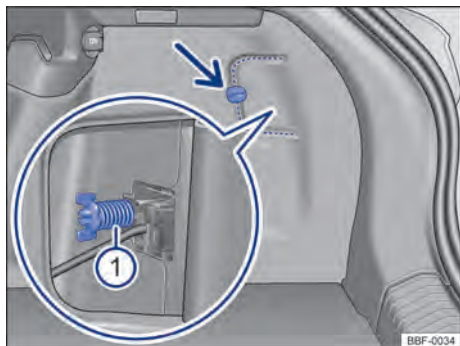

Fig. 186 No compartimento de bagagem: desinstalar cobertura e retirar o parafuso borboleta  (lupa).
-  Para abrir a cobertura da lanterna, girar a trava → Fig. 186 (seta).
-  Segurar a lanterna traseira na posição de montagem com uma das mãos e aparafusar com a outra o parafuso borboleta → Fig. 186 .